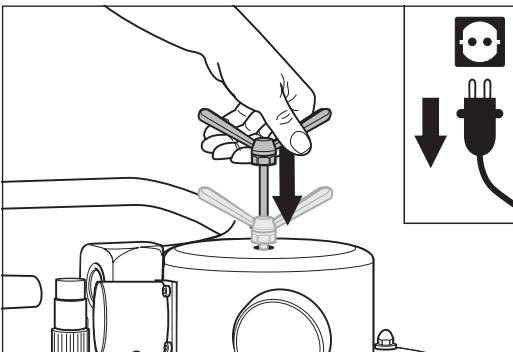

Fig. 34 Poussez la tige vibrante jusqu'à la butée dans l'unité filtrante.
- 7 Si cela n'a pas encore été fait, poussez au plus tard maintenant la tige vibrante complètement vers le bas afin que celle-ci centre le système (fig. 34). Autrement, la tige vibrante ne pourra être bougée que difficilement.